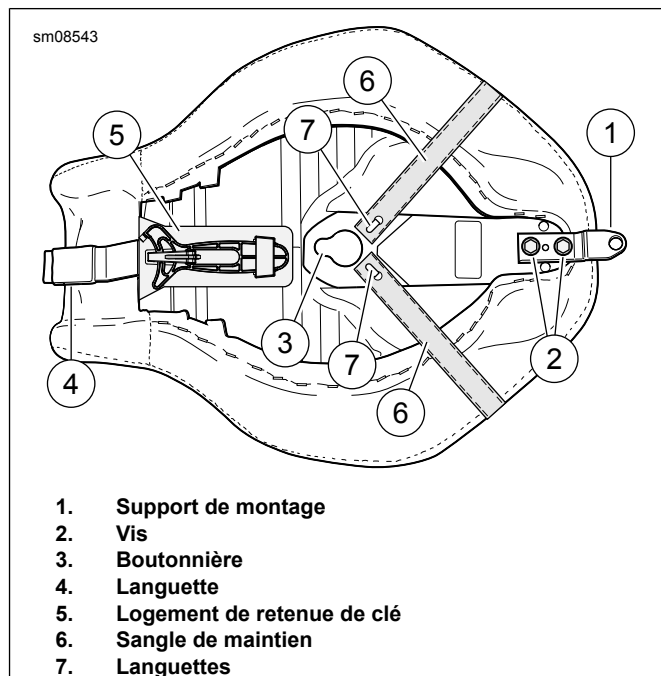

Figure 3. Support, vis, boutonnière, languette et sangle de maintien
2. Pour les modèles équipés d'une clé à ergot pour réglage de l'amortisseur dans le logement de selle. Retirer la clé à ergot de la selle d'origine. Voir Figure 3. Installer la clé à ergot dans le logement de retenue de clé (5).
1. Voir Figure 3. Installer la sangle de maintien (6) sur le dessous de selle. Accrocher un côté de la sangle de maintien sur la languette (7) au-dessous de la selle. Faire une boucle au-dessus de la selle. Attacher l'autre côté à l'autre languette.
1. Voir Figure 3. Orienter l'avant de la nouvelle selle en position de sorte que la languette (4) s'engage dans la fente à l'emplacement de montage arrière du réservoir de carburant.
2. Pousser la selle vers l'avant. Tourner l'arrière de la selle vers le bas jusqu'à ce que la selle entre en contact avec le cadre. Plier légèrement la selle au milieu et glisser la selle vers l'arrière jusqu'à ce que la fente de la boutonnière (3) du bas de la selle s'engage dans le montant central de selle sur le cadre.